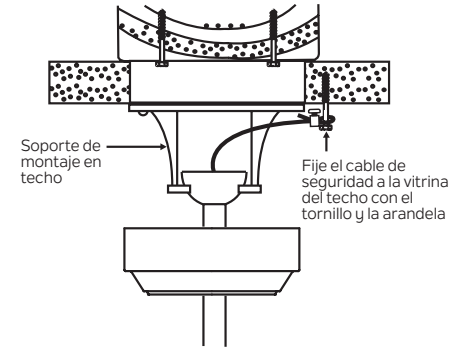

Fig. 11
**Paso 1.** Fije el tornillo de madera y las arandelas suministrados a la viga del techo junto al soporte de montaje, pero no apriete. (Fig. 11)